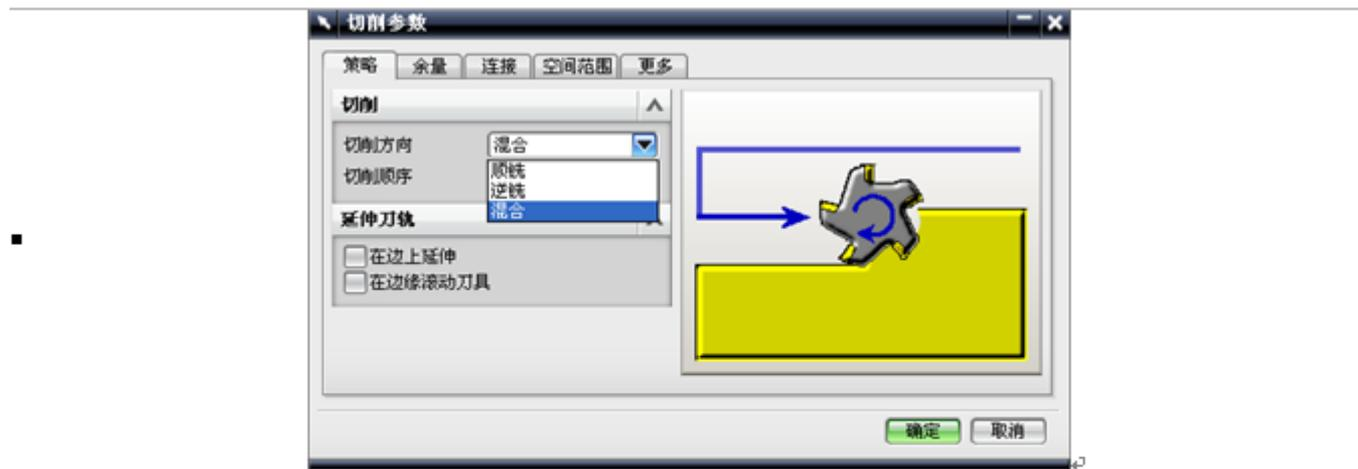

图5-7 【切削参数】对话框。
- (3) 【切削参数】: 用于设置加工的切削参数。单击【切削参数】按钮, 弹出【切削参数】对话框。在【切削参数】对话框中选择策略选项, 如图 5-7 所示。